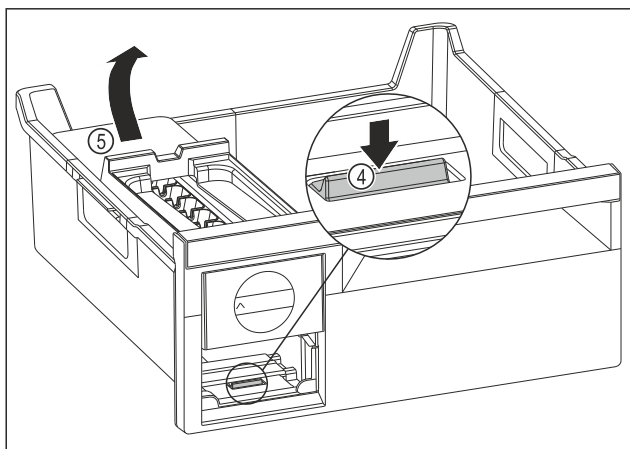

Fig. 87
- ▶ Izvadite tijelo sustava EasyTwist-Ice: Pritisnite jezičak Fig. 87 (4) prstom prema dolje i istovremeno drugom rukom podignite tijelo sustava EasyTwist-Ice Fig. 87 (5) straga.